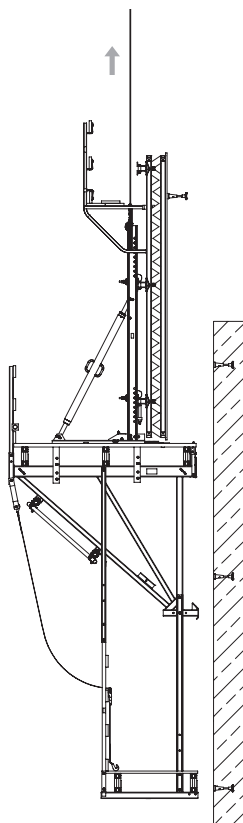

Fig. 7
- Impostare la posizione del carrello in modo che la passerella rimanga sospesa in posizione orizzontale durante la movimentazione. Controllare il movimento delle passerelle con l'aiuto di funi guida e al termine della procedura di sollevamento fissare la mensola. (Fig. 7)